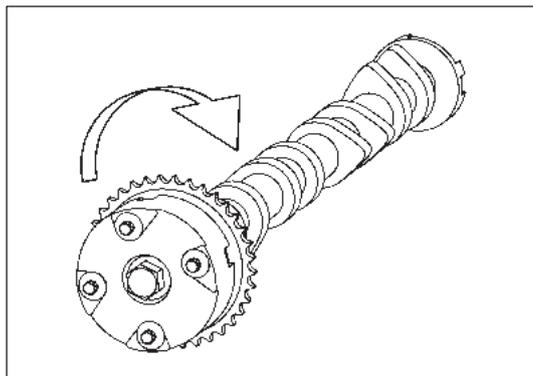

Рис. 12-4-7. Проверка муфты системы VVT-i
- ② Провернуть распределительный вал и оставить его в положении угла запаздывания, как изображено на рис. 12-4-7.